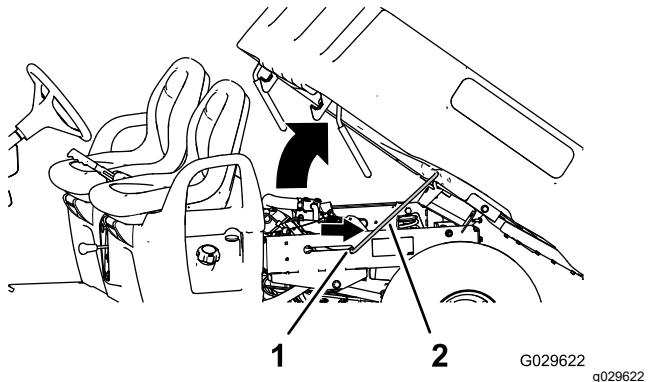

Figura 13
2. Tire de la varilla de sujeción hasta que entre en la muesca de retención para sujetar la plataforma (Figura 13).
2. Extraiga la varilla de sujeción de la muesca de retención (Figura 13).
3. Baje la plataforma hasta que se enganche firmemente en su sitio (Figura 13).